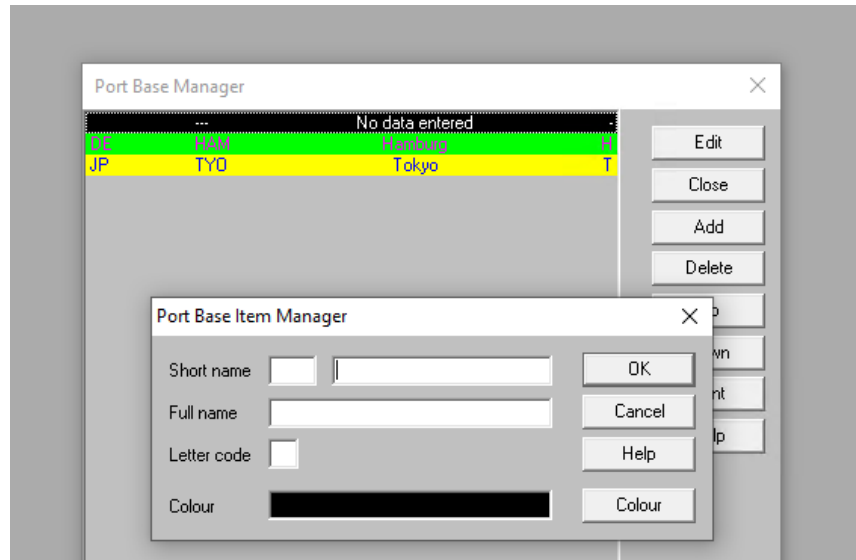

Figura 4- gestor de ports
**POL:** De les sigles *Port of Loading*, ens indica a quin port s'ha carregat la matèria. En el simulador, per defecte només apareixen 2 ports: Hamburg i Tòquio, tot i que també ens ofereix l'opció d'afegir-ne més (Figura 4).